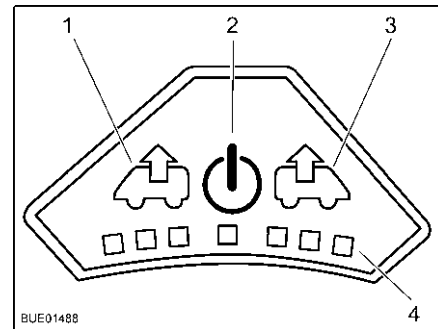

Fig. 72 Cuadro de mando del ventilador
- Pulsar la tecla On/Off (Fig. 72,2). El ventilador funciona en el modo confort (extracción con la velocidad más baja del ventilador).
- Para aumentar la velocidad del ventilador: Pulsar la tecla de extracción (Fig. 72,1). La velocidad del ventilador aumenta un nivel en el sentido de extracción de aire. Los LEDs (Fig. 72,4) muestran los niveles de ajuste.
- Para disminuir la velocidad del ventilador: Pulsar la tecla de ventilación (Fig. 72,3). La velocidad del ventilador disminuye un nivel.
- Para aumentar la velocidad del ventilador: Pulsar la tecla de ventilación (Fig. 72,3). La velocidad del ventilador aumenta un nivel en el sentido de ventilación. Los LEDs (Fig. 72,4) muestran los niveles de ajuste.
- Para disminuir la velocidad del ventilador: Pulsar la tecla de extracción (Fig. 72,1). La velocidad del ventilador disminuye un nivel.
- Pulsar la tecla On/Off (Fig. 72,2). El ventilador se detiene, los LEDs se apagan.